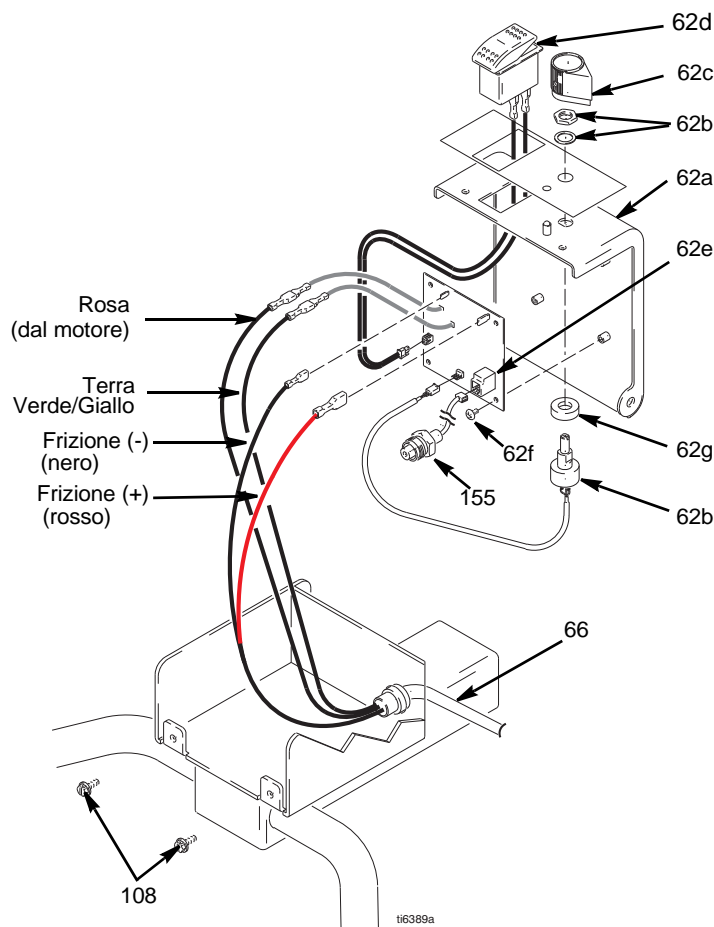

FIG. 14
2. FIG. 14. Rimuovere le due viti (108) e aprire il coperchio (62a).
3. Disconnettere il motore e i fili di terra dai cavi (66).
- Il contatto dal trasduttore (155).
1. FIG. 14. Installare la scheda di controllo (62e) con quattro viti (62f).
4. Chiudere il coperchio (62a) e fissarlo con due viti (108).
3. Scollegare il contatto del trasduttore (155) dalla scheda di controllo (62e).
4. Estrarre il connettore del trasduttore dalla boccola passacavo (151).
5. Rimuovere il trasduttore e l'anello di tenuta (99) dal corpo del filtro (67).
1. FIG. 14. Installare l'anello di tenuta (99) e il trasduttore (155) nel corpo del filtro (67). Serrare fino a 35 – 45 ft-lb.
3. Collegare il contatto (E) alla scheda di controllo (62e).
2. FIG. 14. Installare il potenziometro, il dado dell'albero, la controrondella e la manopola del potenziometro (62c).